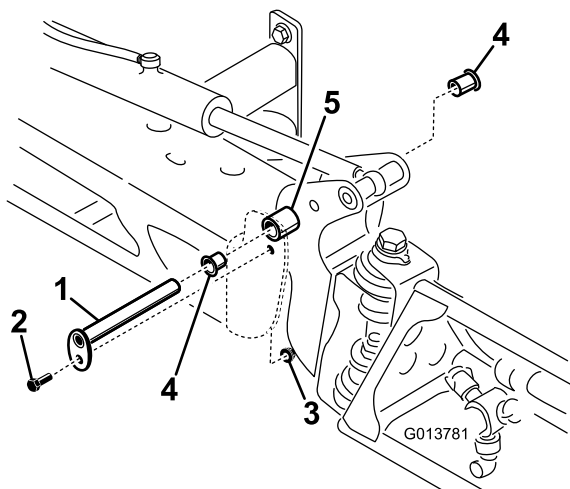

図 76
3. ブームを支えておきながら、ピボットピンをブームアセンブリに固定しているボルトとナットを取り外す 図 76。
4. ピボットピンを取り外す 図 76。
6. ナイロンブッシュを取り外し、ピボットブラケットの前面および後面側から見て点検する 図 76。
8. センターフレームにブーム&ピボットブラケットアセンブリを取り付け、開口部を整列させる 図 76。